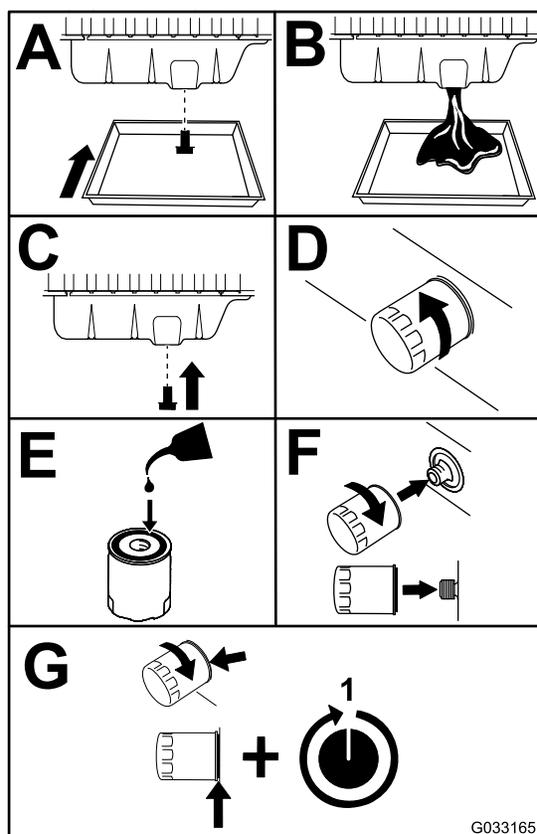

Рисунок 54
3. Замените моторное масло и масляный фильтр (Рисунок 54).